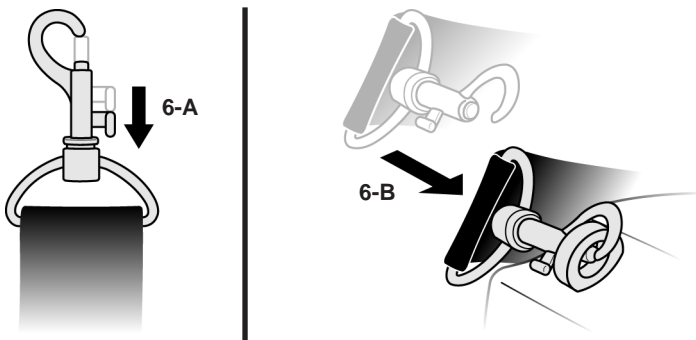

FIGURE 6
1. Empoignez le fermoir à l'une des extrémités de la Bandoulière. Abaissez le levier pour ouvrir le fermoir et maintenez-le ouvert (FIGURE 6-A).
2. Accrochez le fermoir à l'une des bases de la bandoulière (peu importe laquelle), puis relâchez le levier pour fermer le fermoir (FIGURE 6-B).